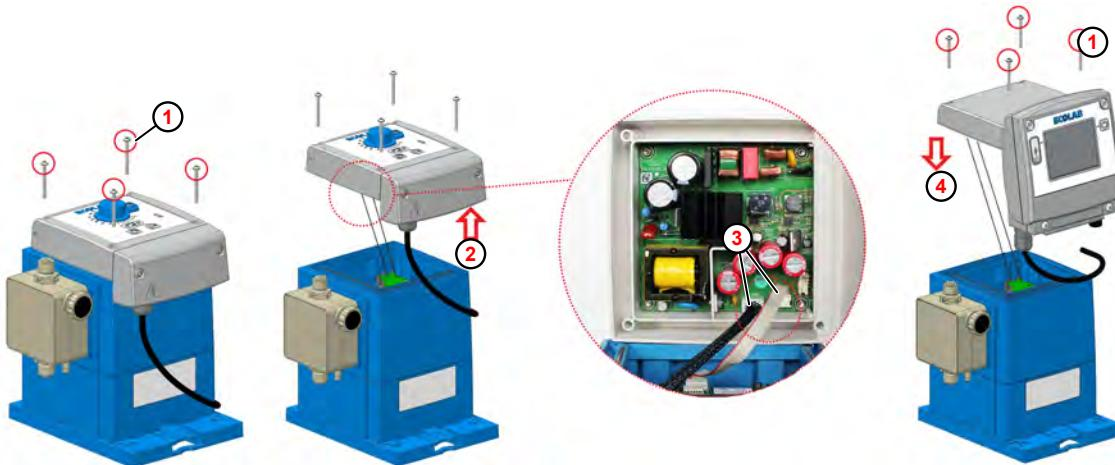

Abb. 33: Aufrüstung auf EcoAdd
- ① Befestigungsschraube
② Steuereinheit abziehen
- ③ Stecker
④ Steuereinheit aufsetzen
**1.** Befestigungsschrauben ( Abb. 33 , ① ) der **EcoUp**-Steuereinheit mit einem Torx-Schlüssel (TX25) lösen.